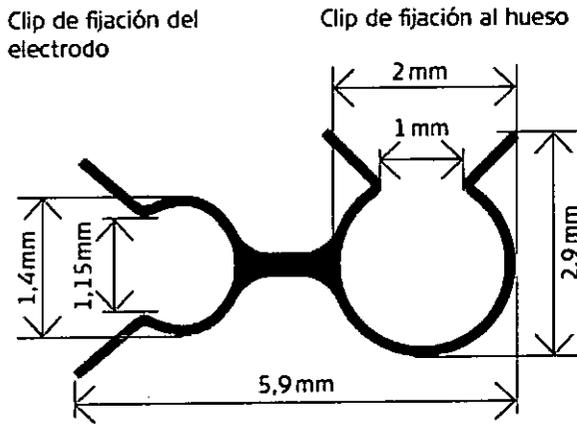

Fig. 4: Fixation Clip
- El grosor del puente óseo debe seleccionarse de acuerdo con el tamaño del clip de fijación al hueso (se recomienda entre 1 y 2 mm) (véase la fig. 4).
- Las aberturas no tienen el mismo tamaño. La abertura grande del Fixation Clip se corresponde al clip de fijación al hueso, y la pequeña al clip de fijación para el electrodo (véase la fig. 4).